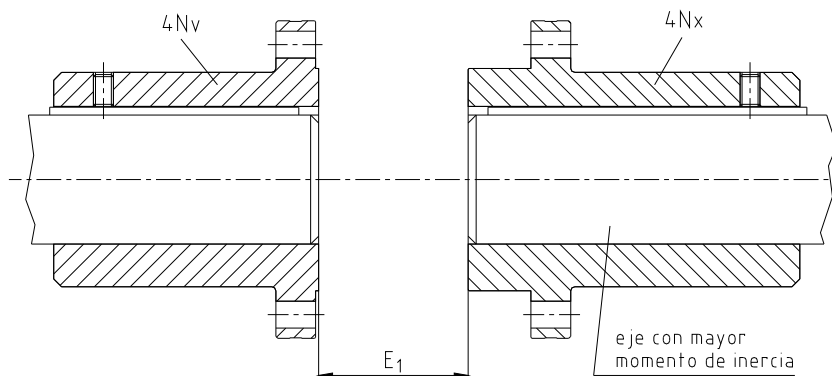
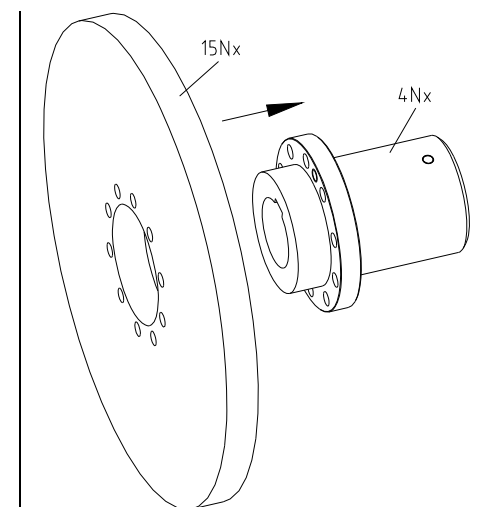

figura 3
figura 4
- Monte las bridas del acoplamiento (4Nv/4Nx) en el eje del lado motriz y conducido. La brida del acoplamiento (4Nx) para el montaje del disco de freno (15Nx) tiene que ser montada en el extremo del eje, el cual tiene el mayor momento de inercia (ver figura 3).
- El interior de las bridas del acoplamiento (4Nv/4Nx) tienen que estar al ras con las caras de los ejes (ver figura 3).
- Desplace los elementos de transmisión hasta alcanzar la medida E1 (ver figura 3).
- Asegure las bridas de los acoplamientos (4Nv/4Nx) apretando los tornillos prisioneros con punta estrida DIN 916 (5) o con una placa.
- Empuje el disco de freno (15Nx) hacia el soporte de centrado de la brida del acoplamiento (4Nx) (ver figura 4).